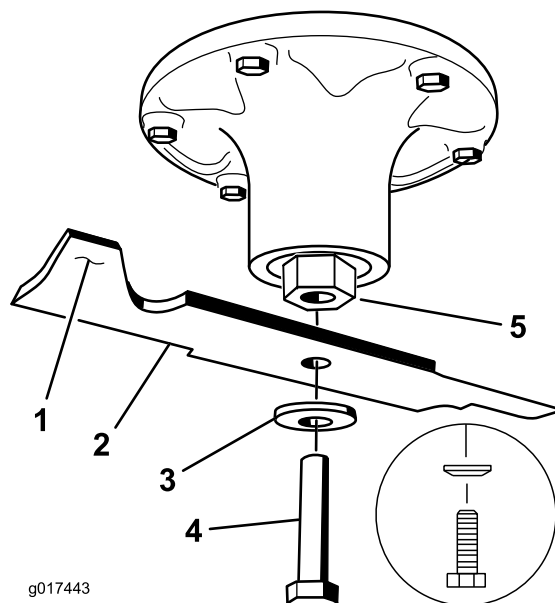

Figura 80
2. Retire del eje el perno de la cuchilla, la arandela curva y la cuchilla (Figura 80).
1. Instale la cuchilla en el eje (Figura 80).
2. Instale la arandela curva y el perno de la cuchilla (Figura 80).